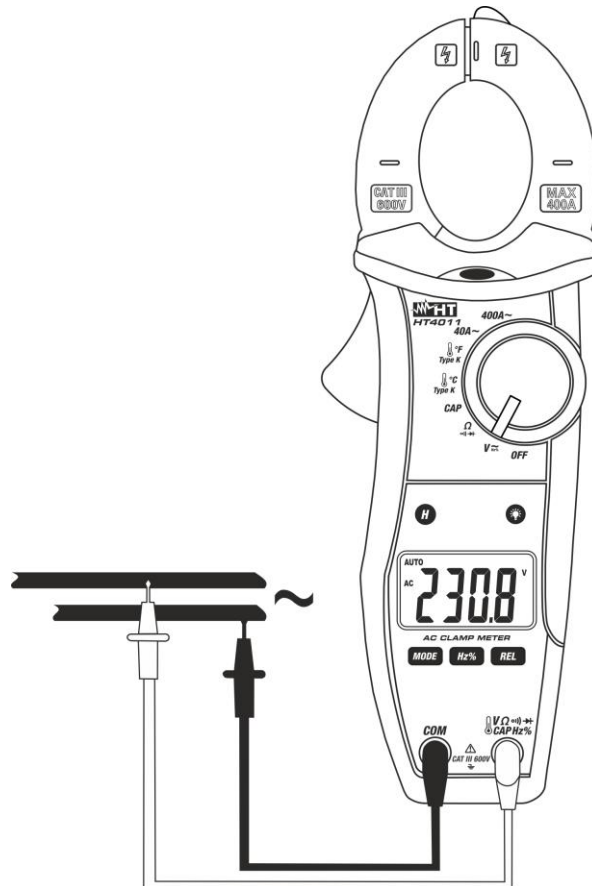

Fig. 4: Utilisation de la pince pour mesure de tension CA
5. Positionner les embouts sur les points désirés du circuit sous test (Fig. 4). La valeur de tension apparaît à l'écran.